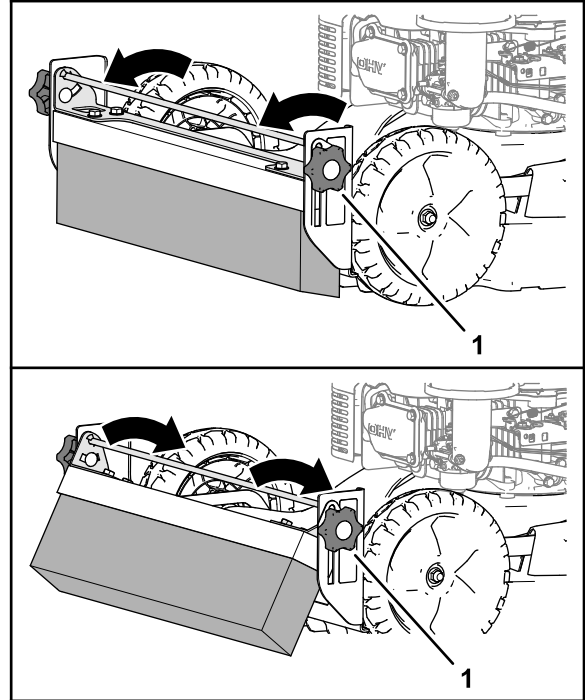

Figure 18
1. Desserrez les boutons de chaque côté du support de montage de la brosse (Figure 18).
2. Réglez l'angle de la brosse à l'aide de la poignée du support de réglage (Figure 18).
3. Serrez les boutons (Figure 18).